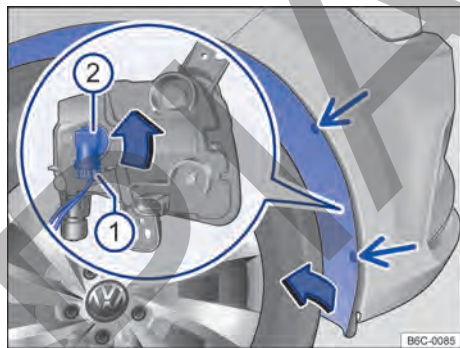

Fig. 166 En la caja de la rueda delantera: acceso a la bombilla del farol de neblina.
- ① Observar la lista de control y ejecutar las acciones → pág. 209.
- ② Retirar los tornillos de fijación del guarnecido del pasarruedas → **fig. 166** (flechas) con la ayuda de un destornillador.
- ③ Tomar el guardabarros de los bordes entre los agujeros de los tornillos de fijación sueltos y presionar un poco hacia el lado interior del vehículo, para poder soltar el clip de adentro.
- ④ Rebatir con cuidado el guardabarros hacia el costado.
- ⑤ Desenganchar el conector de alimentación de la lámpara → **fig. 166** ①, presionar al mismo tiempo, la traba de fijación del conector. ►
- ⑥ Girar el portalámparas → fig. 166 ②, en sentido antihorario hasta el tope y desengancharlo del alojamiento.
- ⑦ La lámpara del farol de neblina está fijada en el portalámparas, debiendo cambiarse el conjunto de lámpara y portalámparas.
- ⑧ Cambiar la bombilla quemada por una bombilla nueva del mismo modelo.
- ⑨ Presionar el portalámparas en el farol y girarlo en sentido horario hasta el tope.
- ⑩ Asegúrese de que el portalámparas esté correctamente fijado al farol.
- ⑪ Encajar el conector de alimentación ① en el portalámparas, el conector debe encajarse audiblemente.
- ⑫ Rebatir nuevamente el revestimiento de la caja de la rueda, de modo que el clip de adentro encaje.
- ⑬ Volver a colocar los tornillos de fijación → fig. 166 (flechas) y ajustarlos.